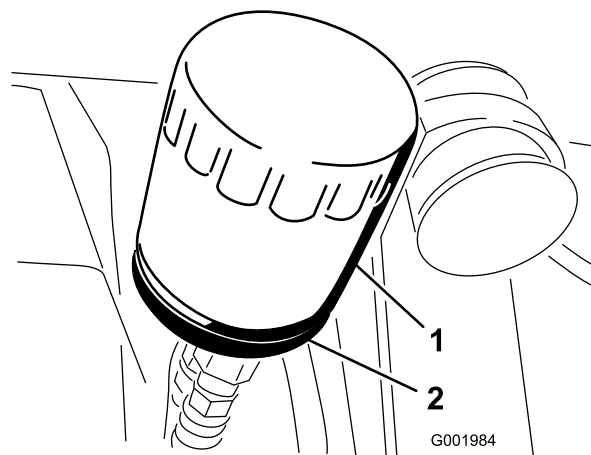

Figura 51
2. Togliete il filtro dell'olio (Figura 51).
5. Montate il nuovo filtro dell'olio sull'adattatore. Girate il filtro in senso orario finché la guarnizione di gomma non tocca l'adattatore, quindi serrate il filtro di un altro mezzo giro (Figura 51).